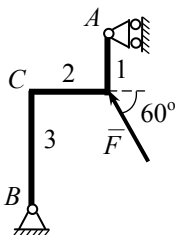

Рис. 70
63. Запишите 3-е уравнение равновесия твердого тела: условие равенства нулю суммы алгебраических моментов сил относительно точки A (рис. 70).
66^{мех}. Перенесите силу $\vec{F}$ параллельно ей самой в точку C (рис. 70).